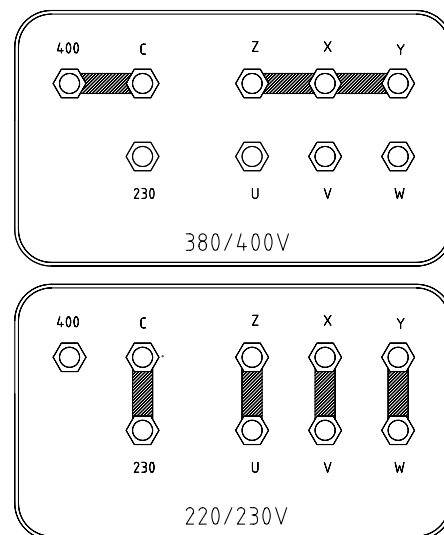

ABB. 1
- Tauschen Sie die Verbindungen wie in Abb.1 angegeben.